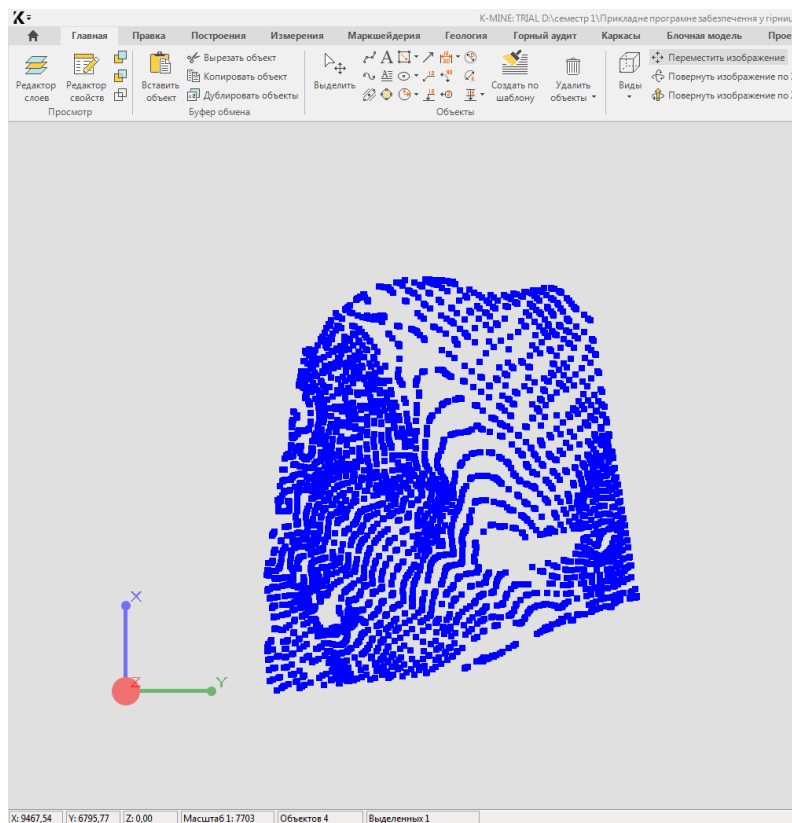

Рисунок 4.1 - Вихідні дані для практичної роботи 4
1. Відкрийте файл з вихідними даними у ГІС K-MINE (**надає викладач**) (рис.4.1).